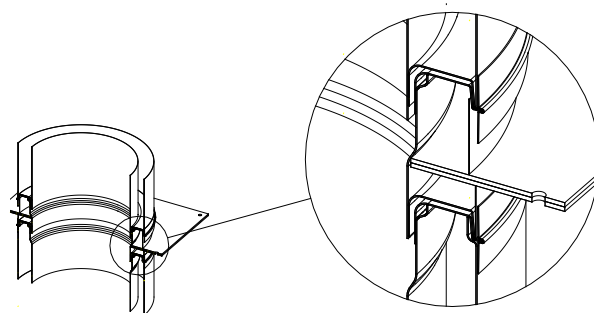

Figure 20 - Plaque de fixation avec longueur (APL)
1. Utilisée pour la même application qu'une plaque de fixation (AP).
2. Elle est composée d'une plaque d'ancrage intégrée à une longueur ayant une hauteur effective de 3 3/4" (voir **Figure 20** pour détail de la pièce).
3. Contrairement à la plaque de fixation (AP), la plaque de fixation avec longueur (APL) ne requiert aucun collier de retenue (et la quincaillerie qui l'accompagne) pour son installation. Elle est donc plus facile et plus rapide à installer.